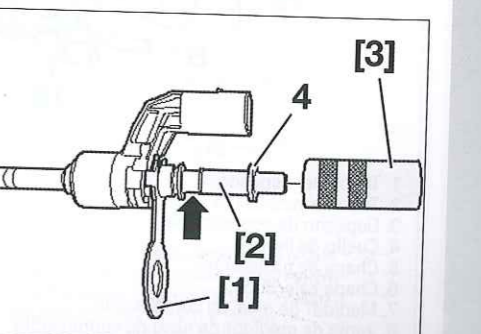

Fig. 45
- [2]. Cono de montaje (ref. T10133/13) (Fig.45).
- Instalar en lugar de la grapa (3) el freno [1] (Fig.45).
- Deslizar la arandela de apoyo (4) con el casquillo de calibrado [2].
- Colocar una arandela de apoyo nueva (4) sobre el cono de montaje [3] y colocar este último sobre el inyector.